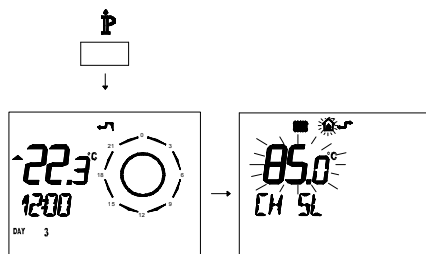

Figura 8.4
- Premere per più di 3 secondi il pulsante **P** per entrare in modalità **INFO** (Figura 8.4).